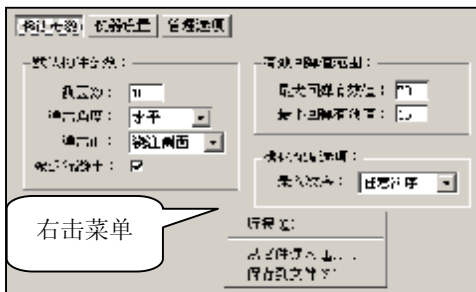

图 7-2
1) 在软件右窗口中点击“检测参数”按钮，会出现如图 7-2 所示的默认构件参数、有效回弹值范围、碳化深度选项，其中的数值都是从回弹仪主机中导入的，您可以修改其中数值，通过命令菜单“回弹仪”->